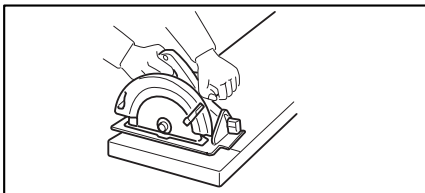
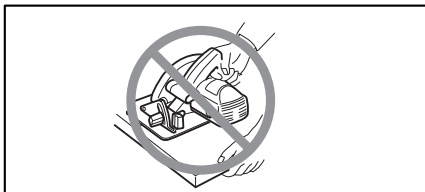

Fig. 5
Fig. 6
16. Placez la partie la plus large de la base de la scie sur la partie de la pièce qui est fermement soutenue, non sur celle qui tombera une fois la coupe effectuée. À titre d'exemples, la Fig. 5 illustre la BONNE façon de couper l'extrémité d'une planche, et la Fig. 6 la MAUVAISE façon. Si la pièce à travailler est courte ou petite, immobilisez-la avec un serre-joint. N'ESSAYEZ PAS DE TENIR LES COURTES PIÈCES AVEC LA MAIN!